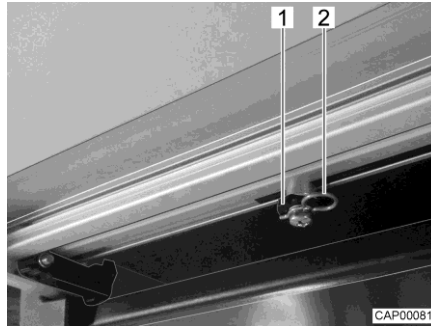

Bild 4 Drivning (fotsteg)
- Dra ut båda låsklipsen (Bild 4,2) på fotstegets undersida på drivningen (Bild 4,1).